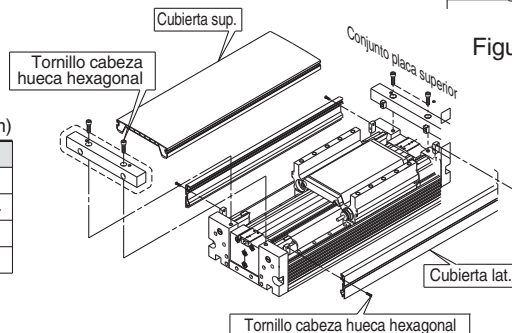

Figura 2. Montaje y desmontaje de la cubierta
2. Cuando el ajuste que se describe en el número 1 es insuficiente, se podrá ajustar el amortiguador hidráulico. Retire las cubiertas tal como se muestra en la Figura 2 y realice los ajustes adicionales necesarios aflojando la tuerca hexagonal.